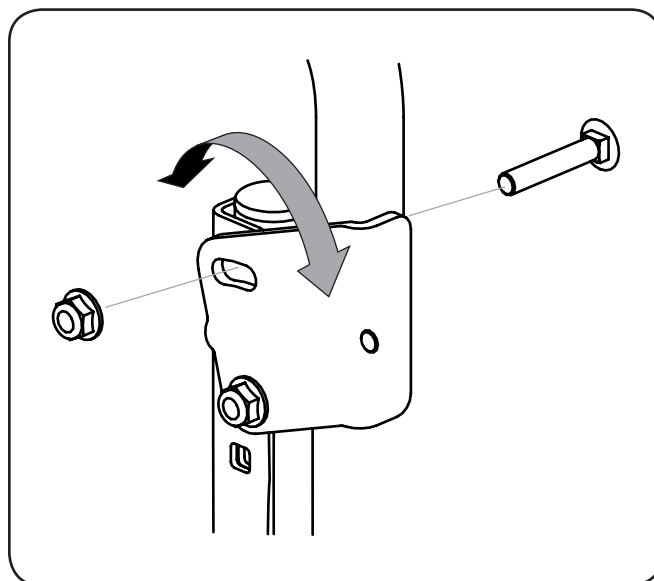

Figure 3-9
2. Soulevez et faites pivoter la barre de conduite vers le haut jusqu'à ce que le trou sur la barre de conduite s'aligne avec un des trous du support pivotant. Voir Figure 3-9.
3. À partir de l'intérieur, insérez le boulon de carrosserie dans le trou de la barre de conduite, puis dans le trou du support pivotant. Fixez-le boulon avec l'écrou autobloquant. Voir Figure 3-9.